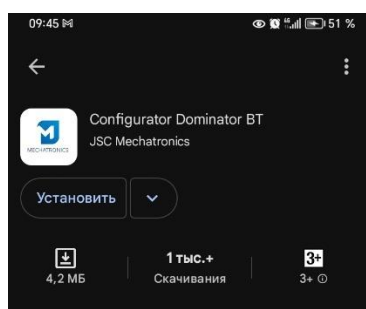

Рис. 3.1 Приложение «Configurator Dominator BT»
- 1) Установите приложение «Configurator Dominator BT» (рис. 3.1), скачав его из Play Market